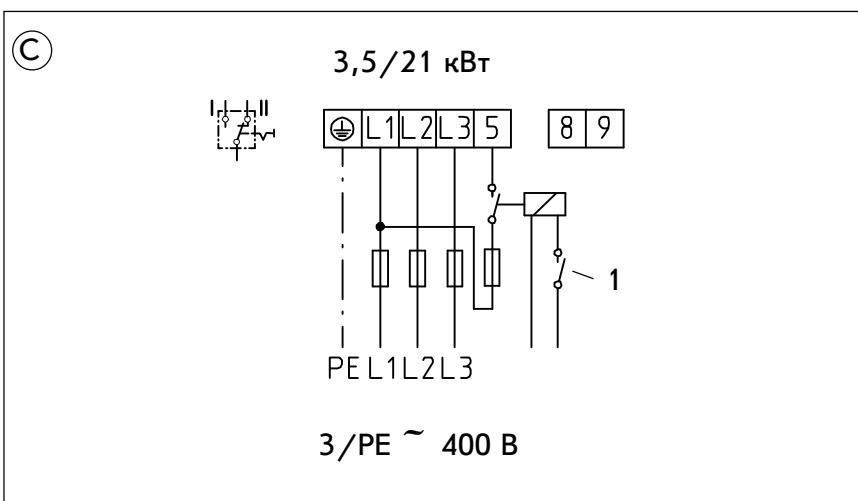

Рис. 13
**Режим двухконтурного накопителя****(C) Измерение с помощью одного счетчика, рис.13**